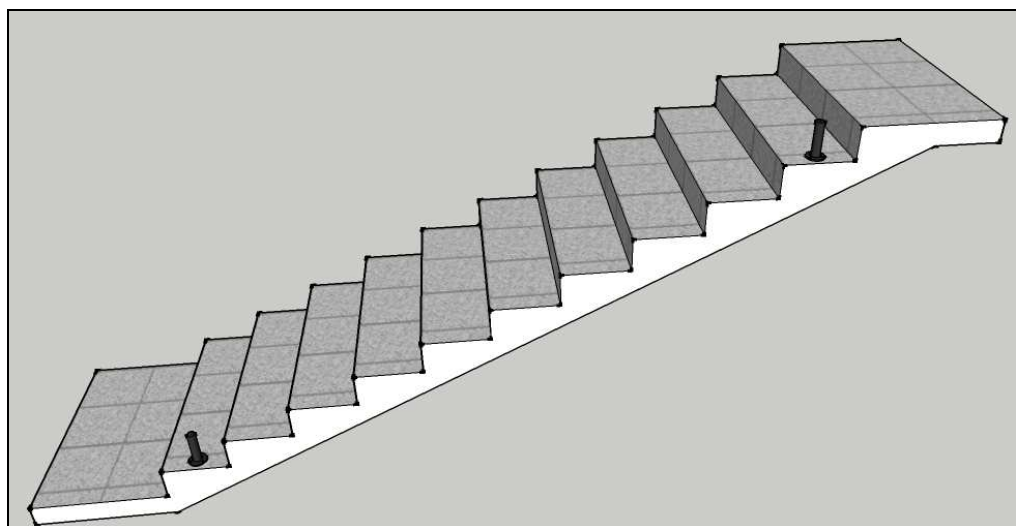
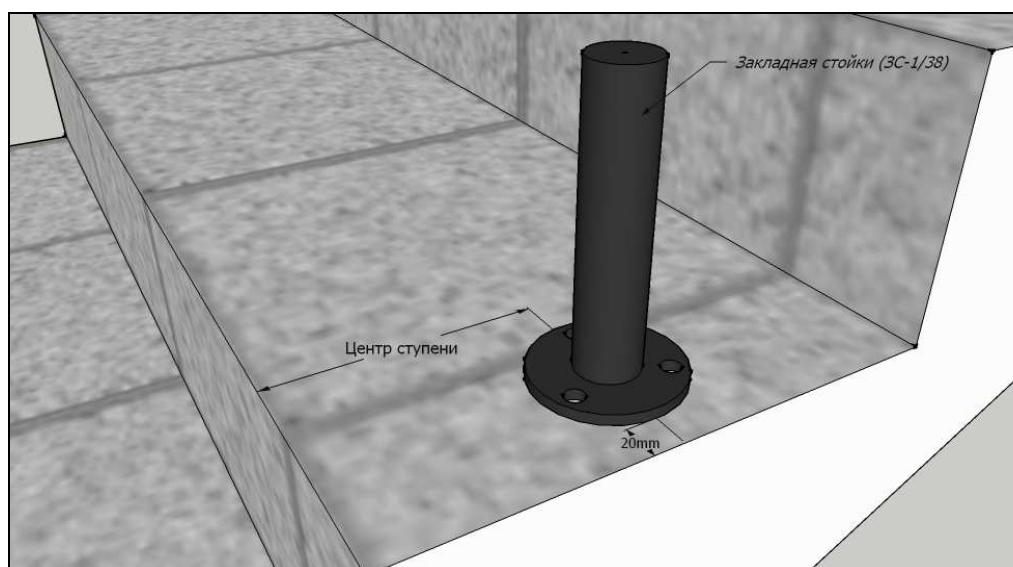

Рис. 1
Рис. 2
1. Выставим два крайних **закладных элемента стойки (ЗС-1/38)** на лестничном марше (рис. 1). Поставим их по центру ступени, отступ от края ступени возьмем 20 мм (рис. 2), для того чтобы при бурение бетона не сколоть край ступени.